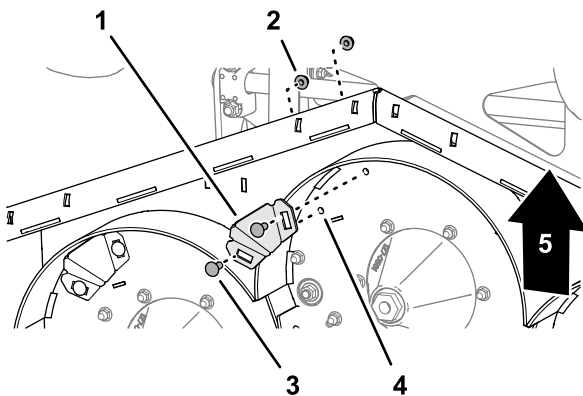

Bild 37
2. Entfernen Sie an der unteren mittleren Seite des Mähwerks die beiden Schlosssschrauben ($\frac{3}{8}$ " x 1") und die beiden Sicherungsbundmuttern ($\frac{3}{8}$ ") mit denen das Anschlussstück des Ablenkblechs befestigt ist, und entfernen Sie das Anschlussstück des Ablenkblechs (Bild 37).